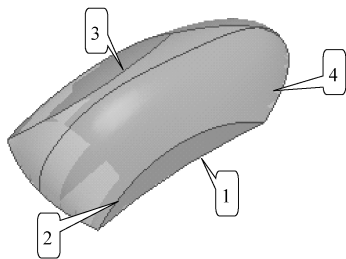

图 6-132 合并曲面
(6) 按住〈Ctrl〉键连续选取所有基准曲线,按下鼠标右键,在弹出的快捷菜单选择【隐藏】选项,将各基准曲线隐藏。
(7) 如图6-132所示,选择曲面1和曲面2,选择菜单栏中的【编辑】|【合并】选项,